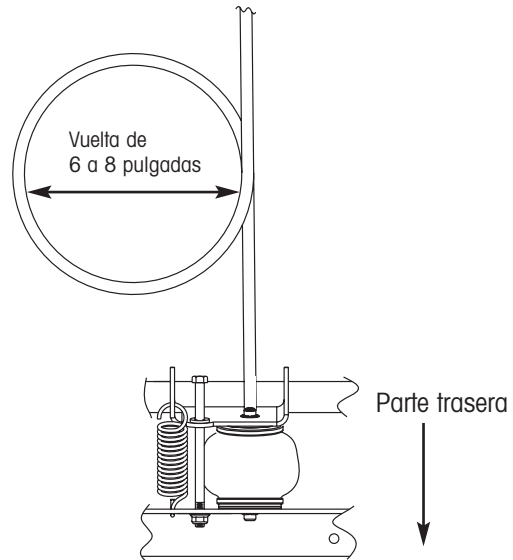

Figura 5. Conectando la línea de aire al actuador
8. Conecte la línea de aire al actuador (Figura 5).